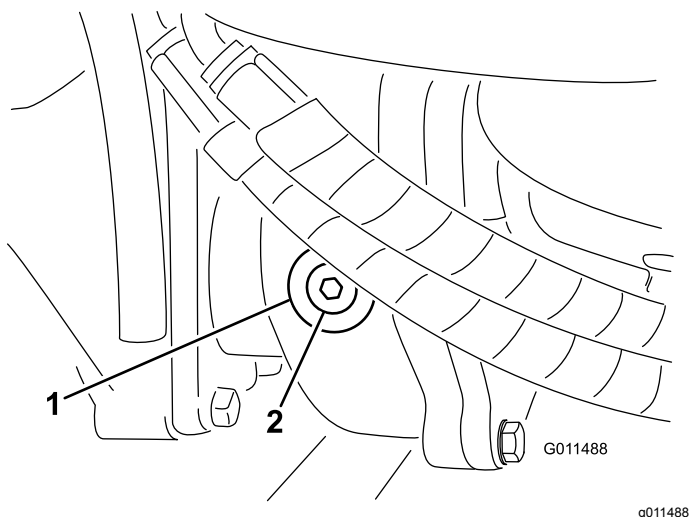

Figura 86
2. Retire o tampão de verificação/enchimento que se encontra na zona esquerda da caixa de engrenagens e certifique-se de que existe lubrificante até ao fundo do orifício (Figura 86).